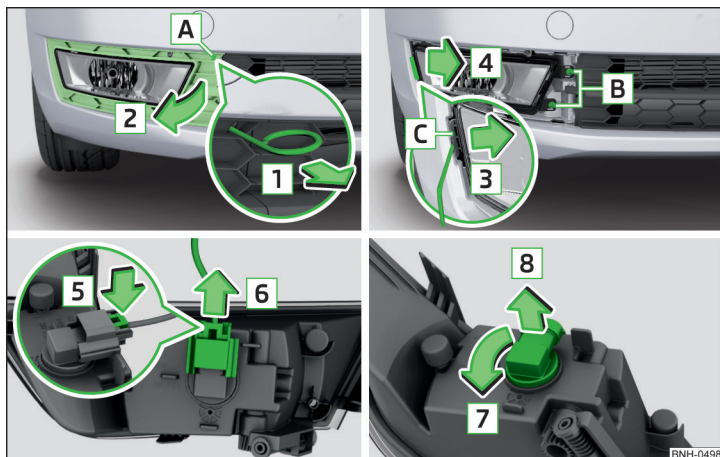

Fig. 166 Demontarea farului de ceață/Înlocuirea becului
- Introduceți cârligul pentru tragerea capacelor integrale de roată în orificiul **A** » fig. 166 » pagina 163, *Trusa de scule*.
- Introduceți farul de ceață în sens contrar săgeții **4** » fig. 166 și înșurubați-l.